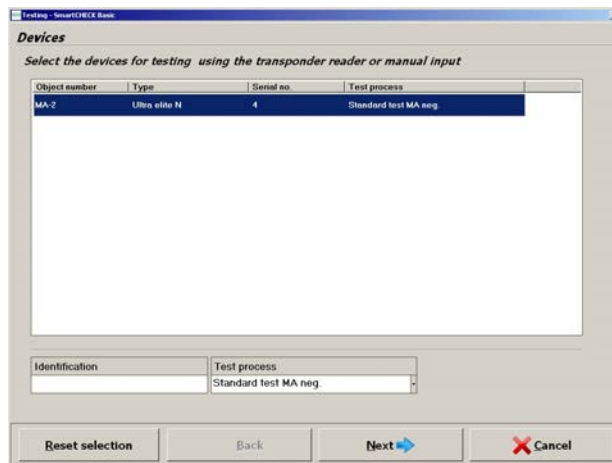

Fig. 18 Velge en enhet som skal testes
- Neste test [du kan velge en annen enhet som skal testes, → fig. 18]